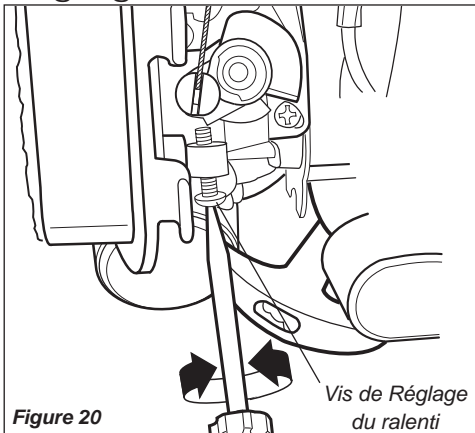

Figure 20
2. Si l'accessoire de coupe tourne lorsque le moteur tourne au ralenti, réduire la vitesse de ralenti en tournant la vis de réglage du ralenti en sens antihoraire. Voir figure 20.